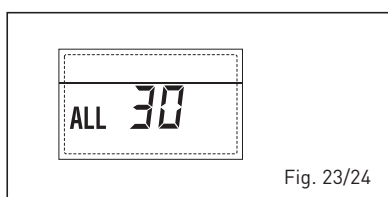

Fig. 23/24
- ANOMALIA Sonda MANDATA CASCATA "ALL 31" (fig. 23/25)